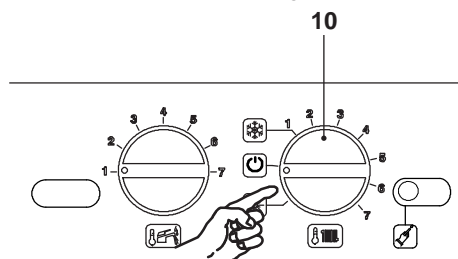

Figura 7.12
- Spegner la caldaia portando il selettore 10 sulla posizione "U" Figura 7.12.